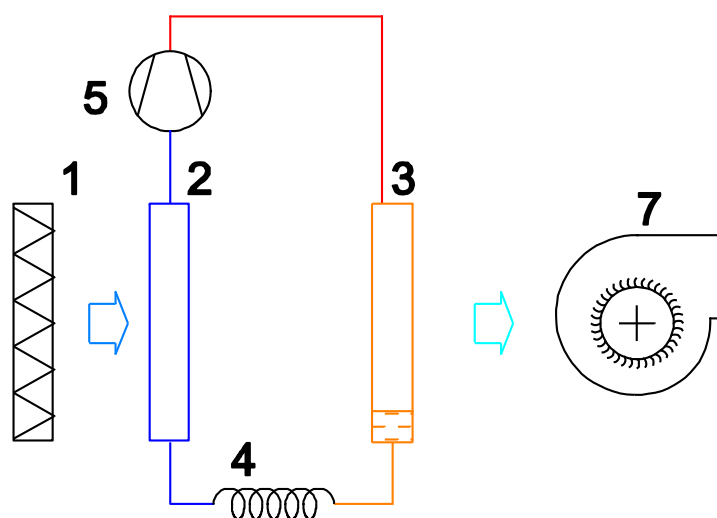

Fig. 1 Schema di funzionamento del deumidificatore AIDW030S
In fig. 1 è schematizzato il funzionamento: l'aria, filtrata attraverso la sezione filtrante (1), incontra in sequenza l'evaporatore (2) ed il condensatore (3) del circuito frigorifero. La deumidificazione avviene durante l'attraversamento dell'evaporatore, in quanto l'aria subisce un raffreddamento con condensazione del vapore acqueo. Il calore asportato all'aria viene poi restituito attraversando la batteria alettata calda del circuito frigorifero, con l'aggiunta dell'energia elettrica assorbita dal compressore frigorifero (5).